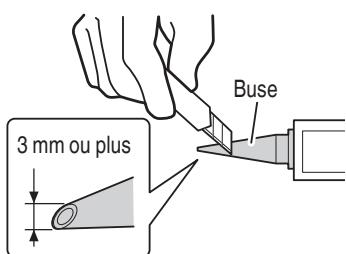

Fig. 17
(1) Coupez la pointe de la buse en angle. (Fig. 17)